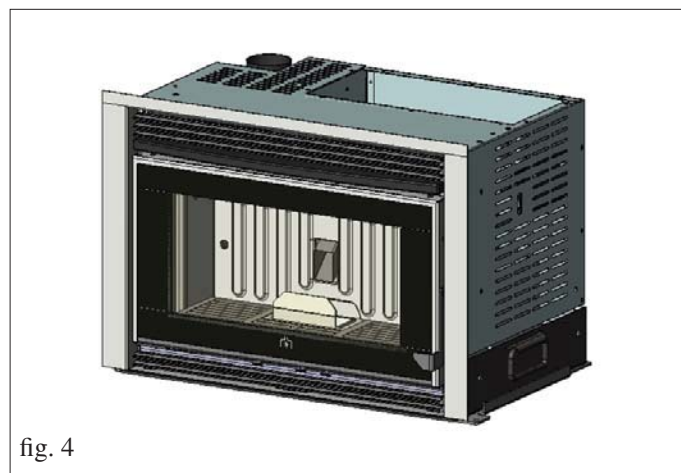

fig. 4
- Reposicionar o inserível (fig. 4) fazendo-o deslizar na placa